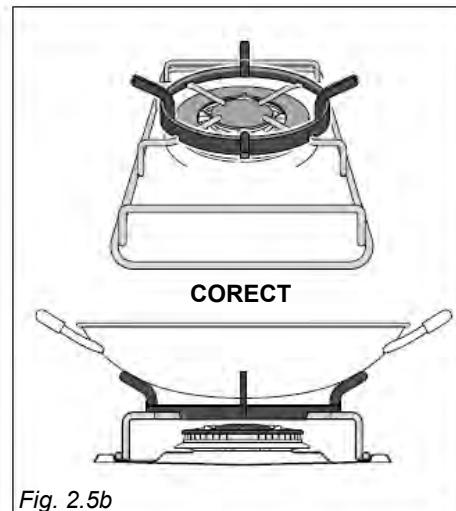

Fig. 2.5b
- Grilajul special pentru tigăi wok (fig. 2.5b - 2.6b) TREBUIE AMPLASAT NUMAI peste suportul pentru arzătorul cu inel dublu.